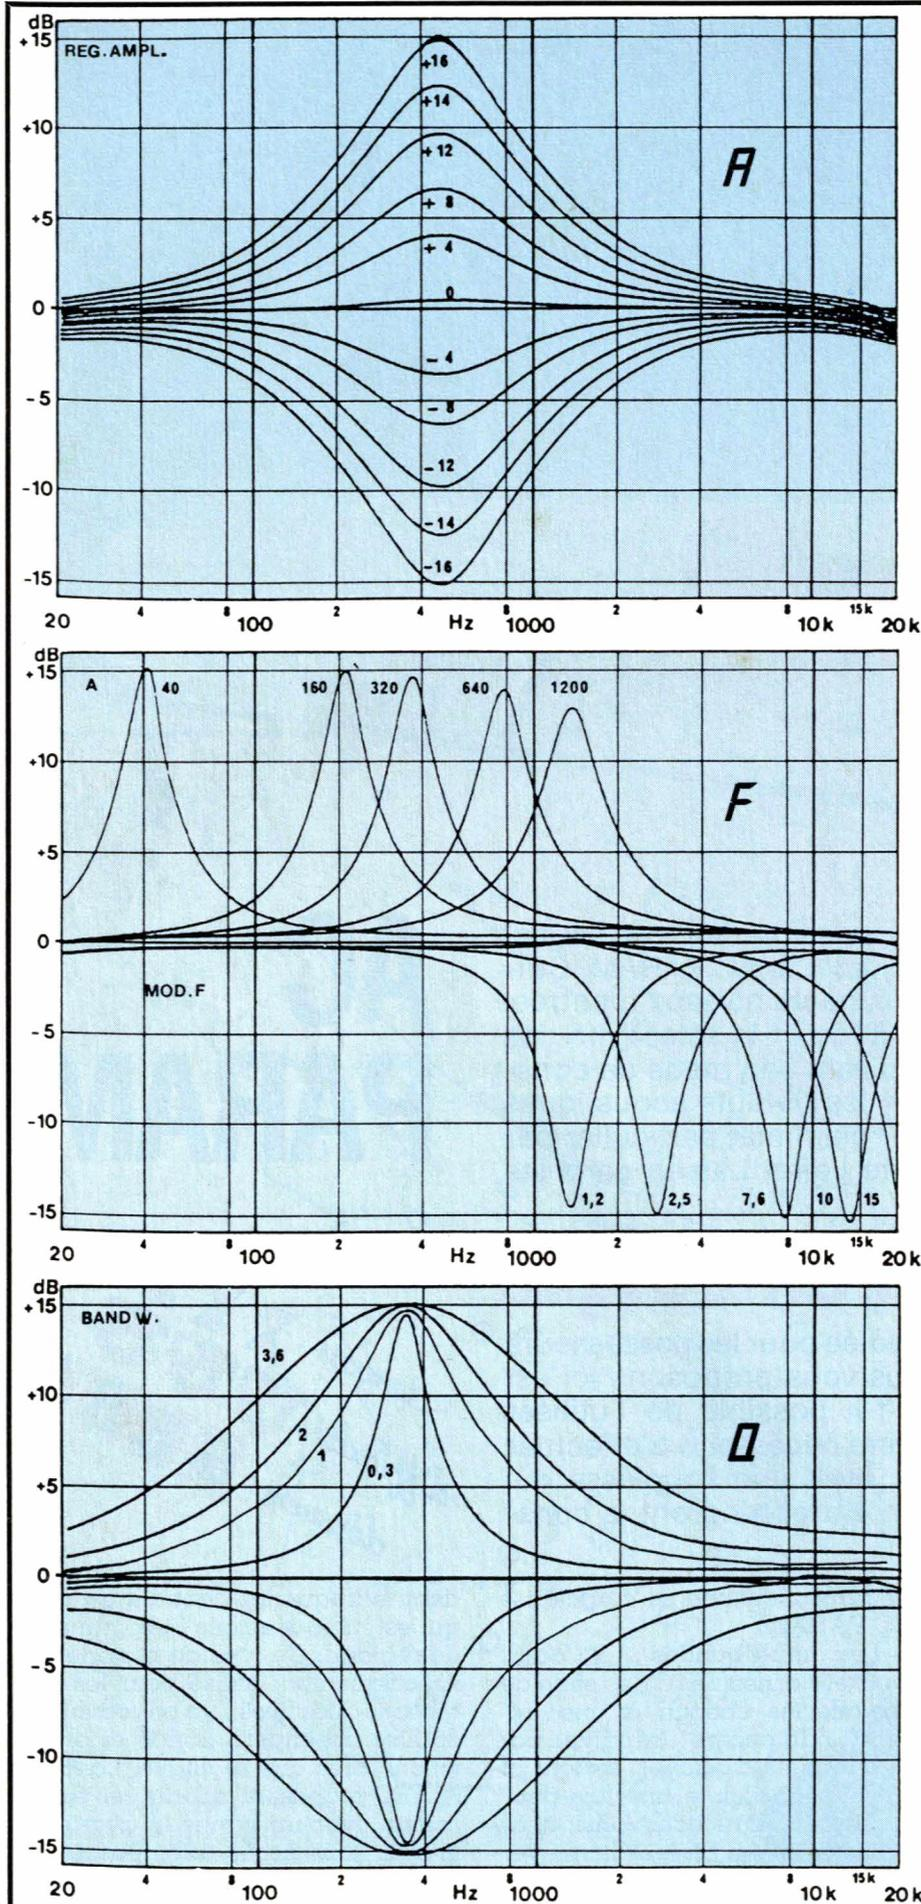

Figure 1 - Courbes mettant en évidence les variations des trois paramètres.
Si Hilversum 4 ne peut pas être reçu en France (réseau FM), HILVERSUM 2 atteint fort bien un bon quart, si ce n'est un tiers, du territoire français, Ile-de-France comprise ! L'émetteur de 400 kW est situé à Flevoand, au Nord-Est d'Amsterdam, et fonctionne sur 747 kHz (401 m) Ondes Moyennes. Pour la commodité du lecteur, nous reproduisons à la **figure 1** une carte de France mentionnant les contours des régions, les préfectures, et les courbes équidistantes de l'émetteur jusqu'à 700 km.
Figure 1 a - Variation de l'amplitude à une fréquence fixe (ici 500 Hz). Les tracés s'arrêtent à ( $\pm$ ) 16 dB mais il faut noter que la réalisation permet d'obtenir ( $\pm$ ) 18 dB.
Figure 1 b - Déplacement en fréquence. Les tracés positifs concernent la cellule grave, les tracés négatifs la cellule aigue. Bien entendu toutes les positions intermédiaires sont possibles.
Figure 1 c - Variation de la sélectivité du filtre (Q). Le troisième paramètre est plus rarement modifiable que les deux précédents.
— **Le « vrai » paramétrique** : Il se comporte pour l'essentiel comme son petit frère : réglage d'efficacité, choix de la fréquence centrale, mais en plus il s'ajoute un réglage de sélectivité, ou largeur de bande. La **figure 1** illustre bien ses trois actions. En **figure 1 a** on reconnaît l'influence du réglage d'efficacité, **figure 1 b** on peut voir les variations possibles des fréquences centrales des filtres. Il est à noter que les bandes « graves » et « aigues » sont séparées et que ce sont deux filtres qui se répartissent, l'un de 35 à 1200 Hz, l'autre de 1200 Hz à 20 kHz, la bande audio totale. Notons aussi que les courbes tracées ont une sélectivité constante d'à peu près un tiers d'octave. Enfin en **figure 1 c**, on découvre le dernier